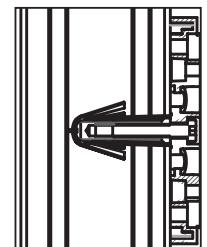

Abb. 3 / Fig. 3 / Afb. 3
6. Schloss mit Gewindegelenken in die Siebhülse eindrücken und gemäß Schlossmontageanleitung anschrauben (Abb. 3).
6. Enfoncer le verrou avec des boulons filetés dans le tamis à injection et la visser selon les consignes de montage du verrou (fig. 3).
6. Druk vervolgens het slot met de bout in de zeefhuls en schroef het geheel volgens de montagehandleiding van het slot vast (Afb. 3).